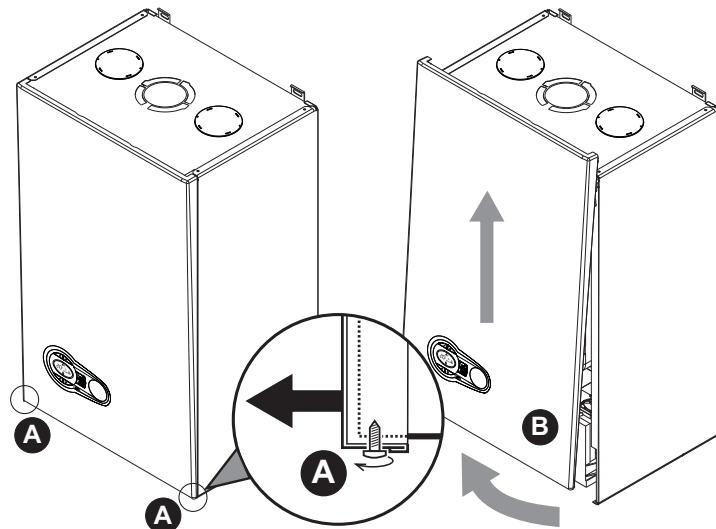

fig. 24 - Deschiderea panoului frontal
1. Deșurubați parțial șuruburile **A** (vezi fig. 24).